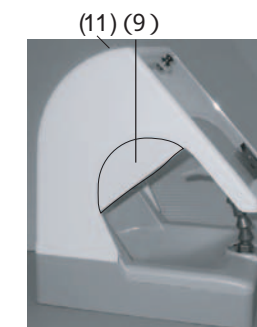

図3
サイドパネルの取り付け (図3参照)
(2) スイッチホルダーは本体(カプセル)に固定されています。(図3)
(3) 中間スイッチをスイッチホルダーに固定します。
(4) ケーブルクリップにコードを固定し、プラグをソケットに差し込みます。
(5) ACアダプターのプラグを電源コンセントに差し込みます。